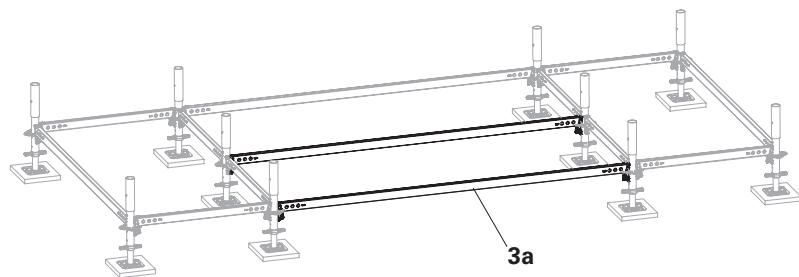

Fig. A1.05
1. Inserire due ulteriori correnti orizzontali UH-2 250 (**3a**) come ausili al montaggio. (Fig. A1.05)
2. Allineare orizzontalmente il livello alla base regolando con precisione gli alberi regolabili di base UJB (**1**). Lunghezza massima albero regolabile 17 cm. (Fig. A1.05)